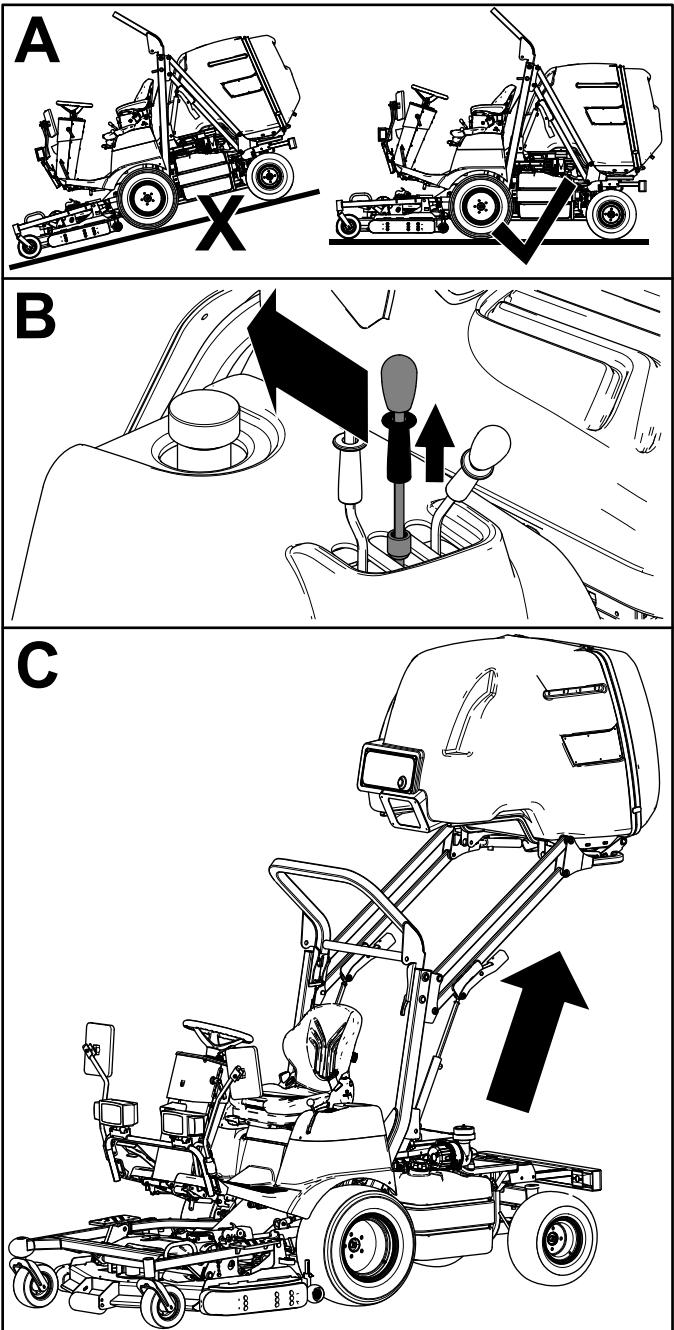

Figure 23
2. Tirez sur la bague de blocage du levier de commande de la trémie et déplacez le levier en arrière pour lever la trémie (Figure 23).